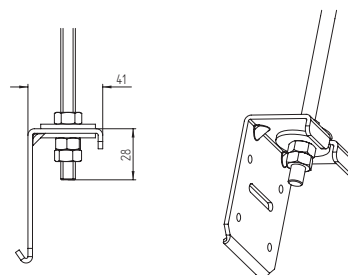

Fig. 4a
- Vérifier que l'unité soit positionnée horizontalement, en intervenant, si nécessaire, sur les écrous de régulation (Fig.4a) et s'assurer de la stabilité du fixage;